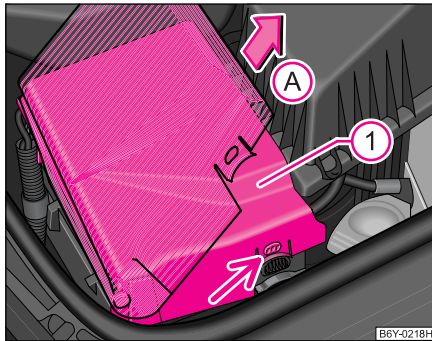

Abb. 142 Motorraum:
- Ziehen Sie die Rastnasen an den Seiten der Batterieabdeckung (1) ab, klappen Sie die Batterieabdeckung in Stellung ca. 45° auf und nehmen die Batterieabdeckung in Pfeilrichtung (A) heraus ⇒ Abb. 142.